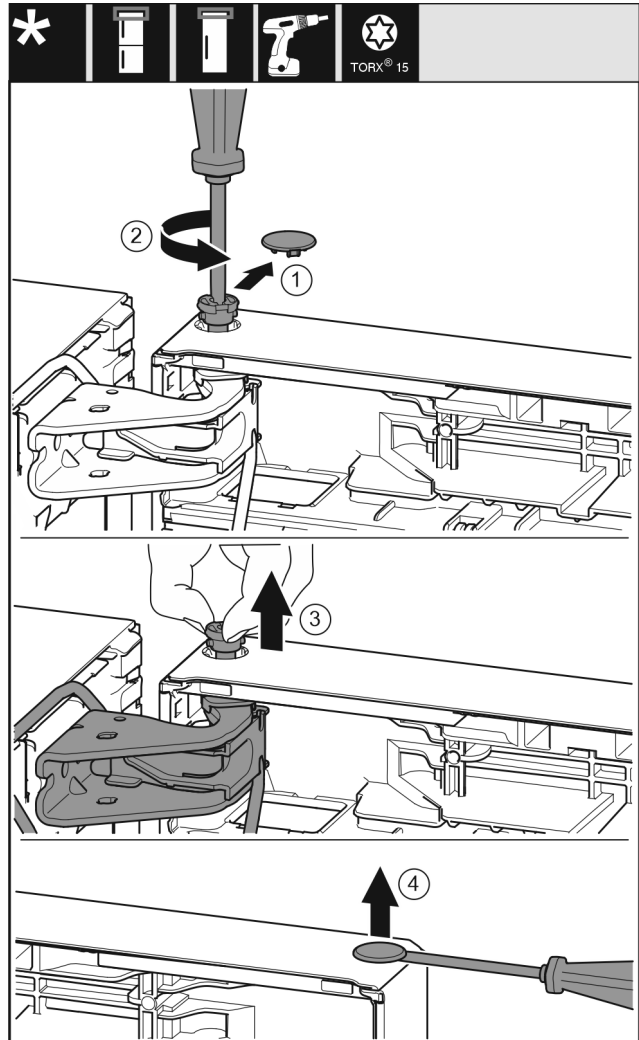

Fig. 10
- ▶ Trekk sikringsdekelet forsiktig av. Fig. 10 (1)
- ▶ Skru boltene ut et stykke med skrutrekker T15. Fig. 10 (2)
- ▶ Hold fast døren, og trekk boltene ut med fingrene. Fig. 10 (3)
- ▶ Løft proppen forsiktig ut av dørens lagerbøssing med en skrutrekker, og trekk den ut. Fig. 10 (4)